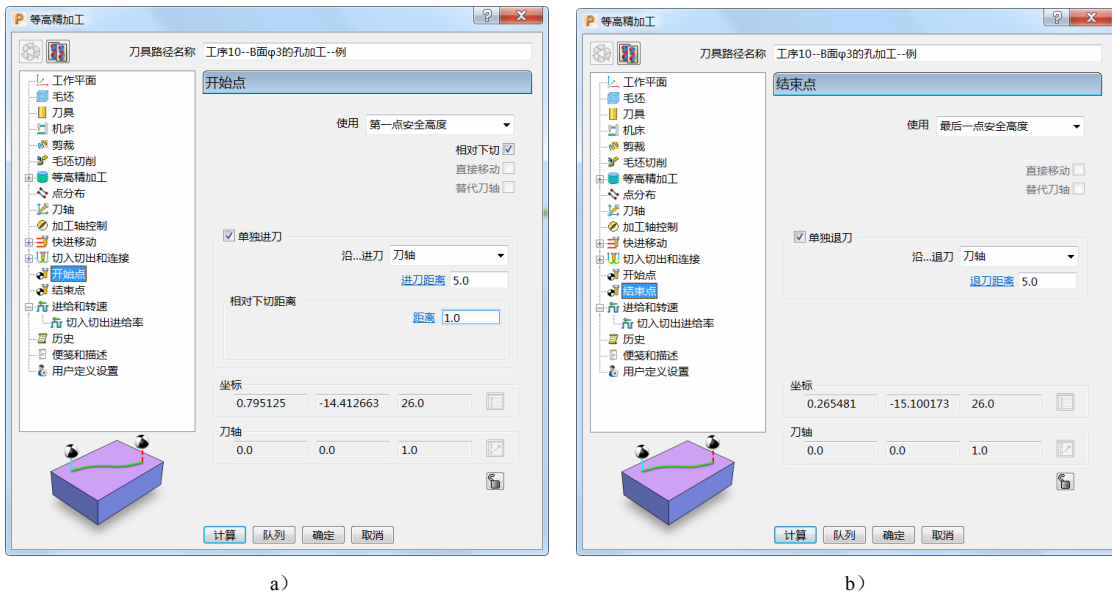

图 6-92
8) 开始点和结束点: 开始点选择“第一点安全高度”, 结束点选择“最后一点安全高度”。勾选“相对下切”“单独进刀”及“单独退刀”, 设定进刀距离“5.0”、相对下切距离“1.0”、退刀距离“5.0”, 沿刀轴进刀与退刀。(图 6-92)